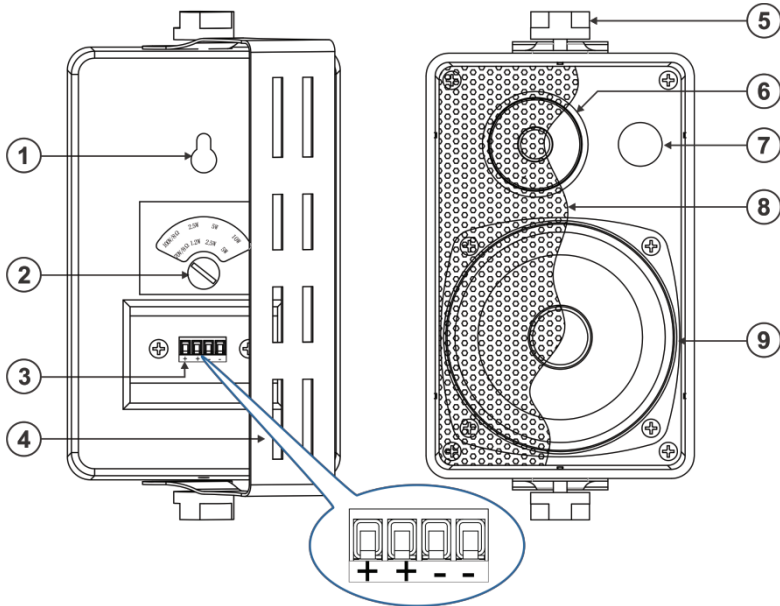

Рис. 1. Громкоговоритель Galil 4-0
5. Подсоедините к паре клемм «+» и «-» на задней панели (см. рис. 1) провода в следующем порядке: